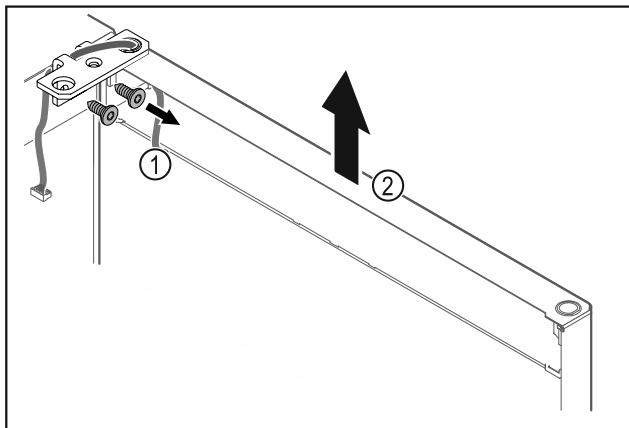

Fig. 25
- ▶ Отвинтите шарнирные уголки Fig. 25 (1).
- ▶ Дверь вместе с шарнирными уголками поднимите строго вертикально вверх Fig. 25 (2) приблизительно на 200 мм и снимите.